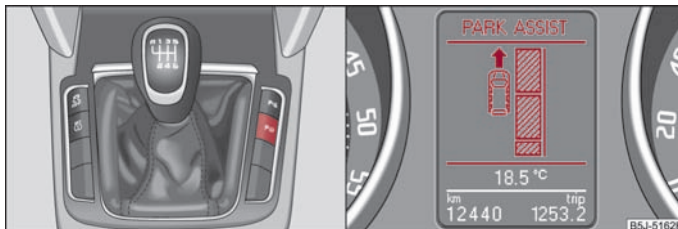

Abb. 135 Anzeige des Parklenkassistenten auf dem Informationsdisplay einschalten / Informationsdisplay: Finden einer geeigneten Parklücke
- Drücken Sie die Taste → Abb. 135.
- Fahren Sie mit einer Geschwindigkeit von max. 30 km/h und mit einem Abstand von 0,5 m bis 1,5 m an der Parkreihe vorbei → Abb. 135.